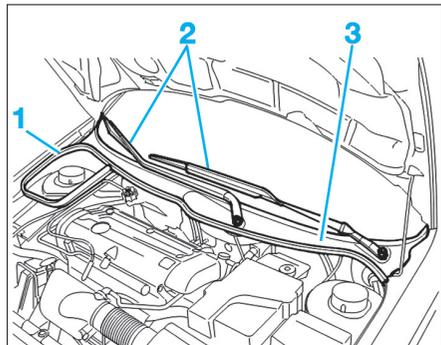

FIG. 1
- le joint de capot (1) (Fig.1),
- les ensembles bras-balais (2),
- la grille d'auvent (3),